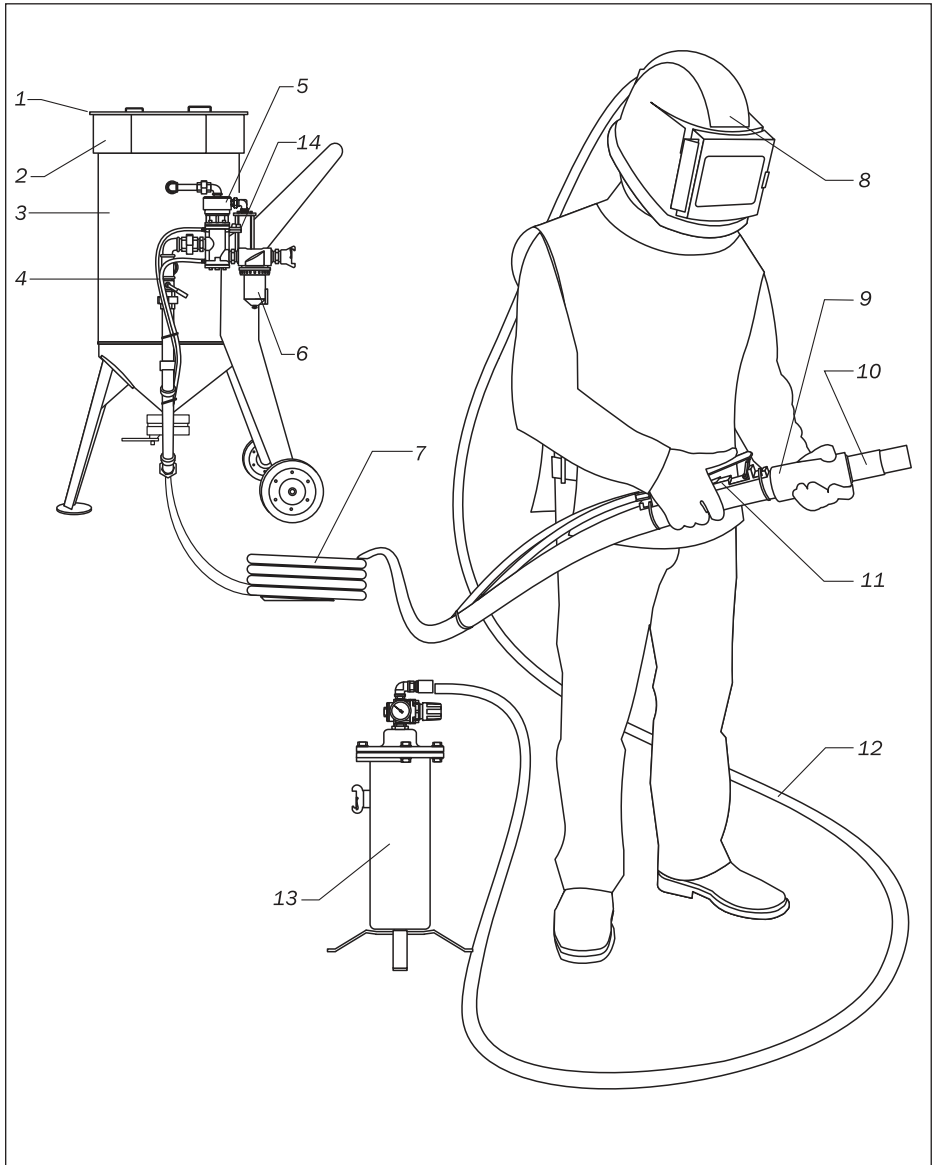

Abb. 2.1
### ◀ Abb. 2.1.
10. Öffnen Sie das Unterbrecherventil 14 (Abb. 2.1).
**ÖFFNEN SIE WÄHREND EINER ARBEITSPAUSE IMMER DAS UNTERBRECHERVENTIL 14 (Abb. 2.1) AM FERNBEDIENUNGSVENTIL RCV (PARALLELSTELLUNG ZUM SCHLAUCH).**